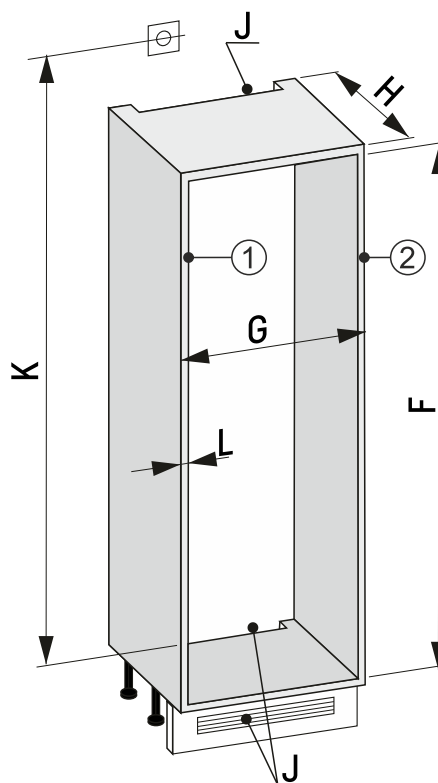

Fig. 91 30"-nisch
- Mät möbelväggstjockleken Fig. 91 (L).